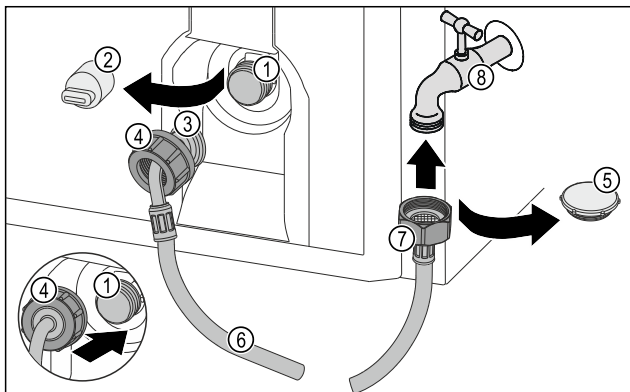

Fig. 13 Immagine a titolo di esempio
- Rimuovere la copertura Fig. 13 (2).
- Far scorrere il dado Fig. 13 (4) sull'estremità del flessibile inclinata Fig. 13 (3) fino in fondo e mantenerlo in posizione.
- Posizionare con cautela il dado Fig. 13 (4) sull'elettrovalvola Fig. 13 (1) e mantenerlo in posizione.
- Avvitare il dado Fig. 13 (4) manualmente proprio sulla filettatura, fino a quando non si raggiunge un posizionamento fisso e sicuro.
- Rimuovere il coperchio di chiusura Fig. 13 (5).
- Posizionare l'estremità del flessibile diritta Fig. 13 (7) sul rubinetto dell'acqua Fig. 13 (8).
- Stringere in senso orario sull'estremità del flessibile diritta Fig. 13 (7) in senso orario.